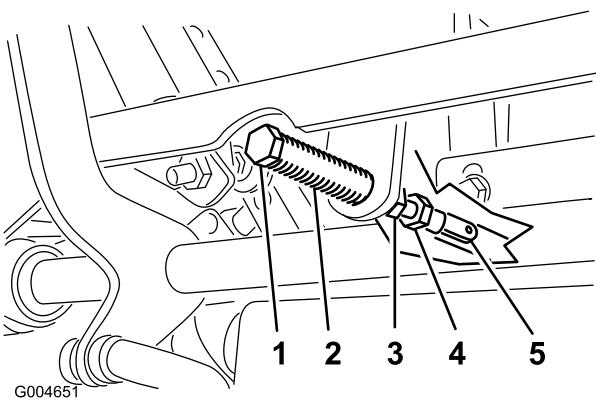

Figura 62
5. Puxe a alavanca para trás até que o passador de forquilha (no braço por cima do eixo da articulação) contacte a extremidade da ranhura (até começar a fazer pressão na mola) (Figura 62).
7. Se for necessário ajuste, solte a porca e a porca de segurança encostada à forquilha (Figura 62).
8. Aplique uma ligeira pressão para trás na alavanca de controlo de movimento, rode a cabeça do parafuso de ajuste na direcção adequada até que a alavanca de controlo fique centrada na posição de bloqueada em ponto-morto (Figura 62).
9. Apertar a porca e a porca de bloqueio (Figura 62).
9. Aperte as porcas de seguranças nas juntas de esfera (Figura 62).